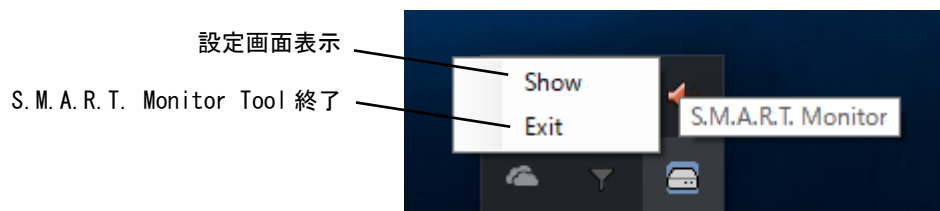

図 2-12-2-3. S.M.A.R.T. Monitor Tool タスクトレイメニュー
S.M.A.R.T. Monitor Tool 設定画面では、監視項目の現在値の確認、警告レベル異常・重大レベル異常検知時の通知方法、監視周期の設定を行うことができます。(図 2-12-2-4)
① ストレージ選択
② 監視項目現在値
③ 警告レベル異常設定
④ 重大レベル異常設定
⑤ 監視周期
⑥ 保存・終了